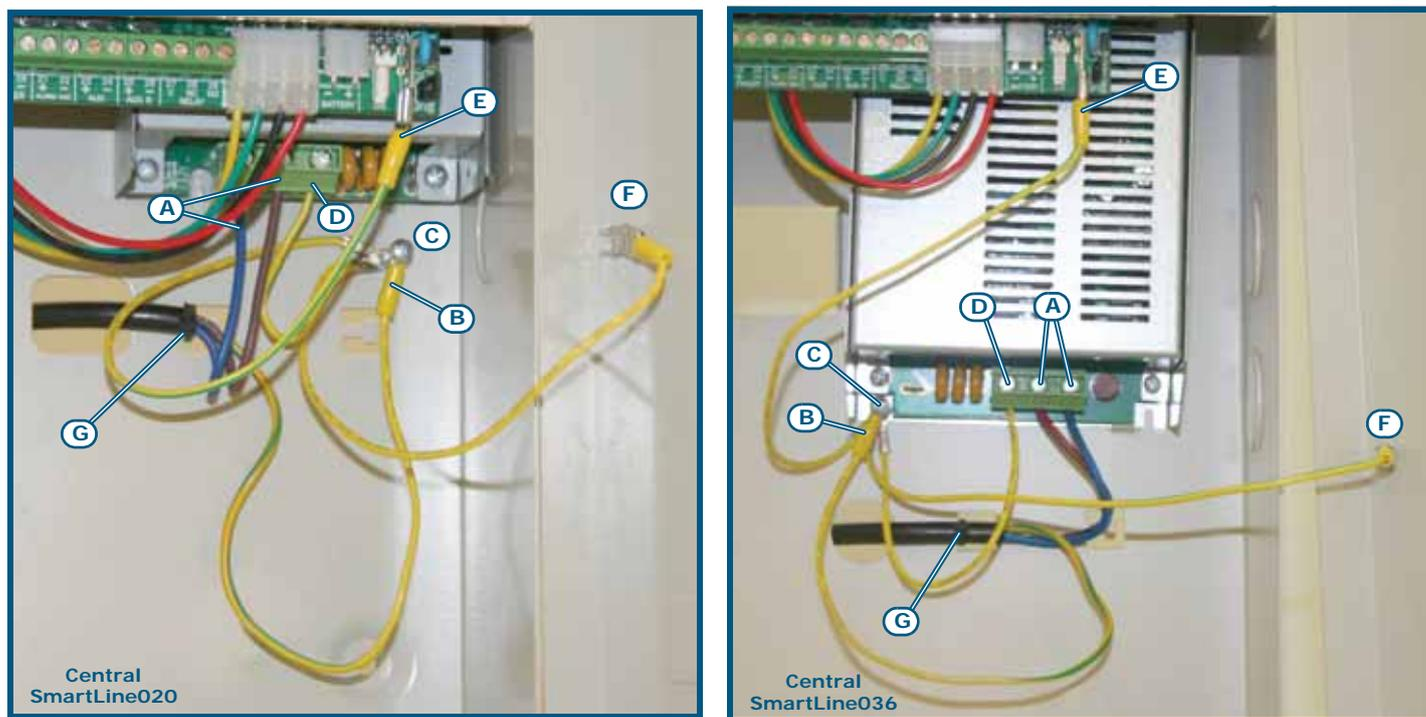

Figura 33 - Conexión de tierra
- Conectar la alimentación de red a los terminales del módulo alimentador (*Figura 7 - Alimentadores switching, [A]* y *Figura 33 - Conexión de tierra, [A]*).